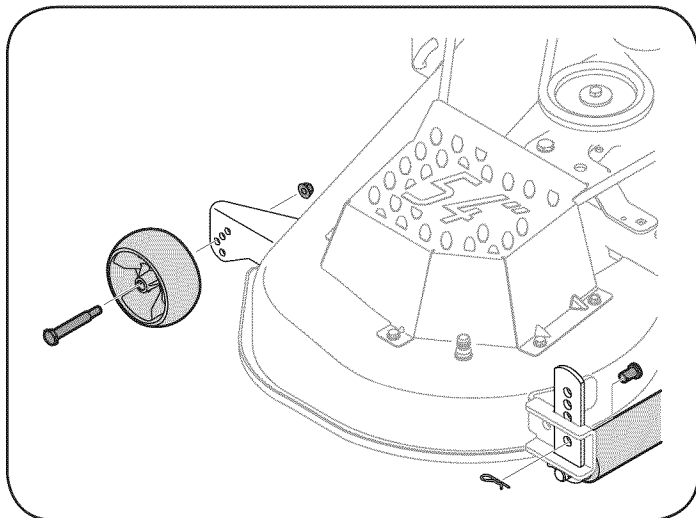

Figura 5
- b. Extraiga las ruedas de calibración retirando las tuercas de sujeción y los tornillos con reborde que las ajustan a la plataforma. Vea la Figura 5.
- e. Extraiga los pasadores de chaveta y los pasadores de horquilla de las ménsulas del rodillo de la plataforma sobre los lados izquierdo y derecho de la plataforma de corte. Vea la Figura 5.